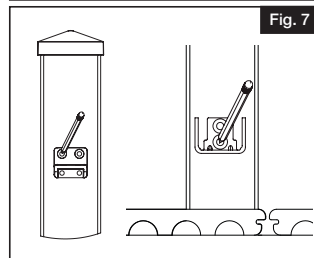

Fig. 7
- Alinee la parte inferior del soporte inferior con la primera línea que trazó en el paso 5a. Marque los dos agujeros y taladre con una broca de  $1/8$ " (Fig. 7).
- Alinee la parte inferior del soporte superior con la segunda línea que trazó en el paso 5a. Marque los cuatro agujeros y taladre con una broca de  $1/8$ " (Fig. 7).